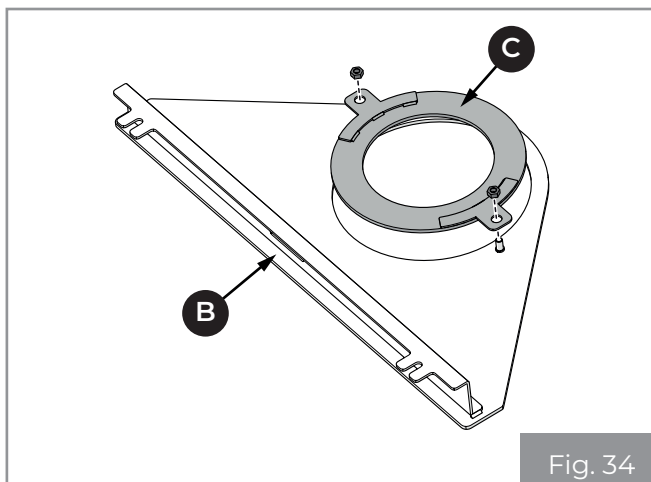

Fig. 34
- Ruotare il piano **(B)** e togliere il supporto **(C)** (Fig. 34).